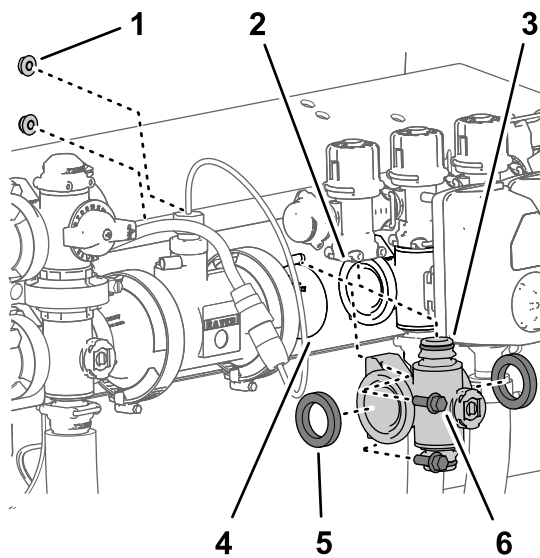

图 108
4. 对于左或右喷洒臂段阀歧管应松开将该喷洒臂段阀歧管固定至阀支架的 2 个凸缘头螺栓 $\frac{1}{4} \times \frac{3}{4}$ 英寸和 2 个凸缘锁紧螺母 $\frac{1}{4}$ 英寸图 108。
5. 向下移动喷洒臂段阀歧管和垫片使之与喷洒臂段旁通阀分开然后再离开机器图 108。